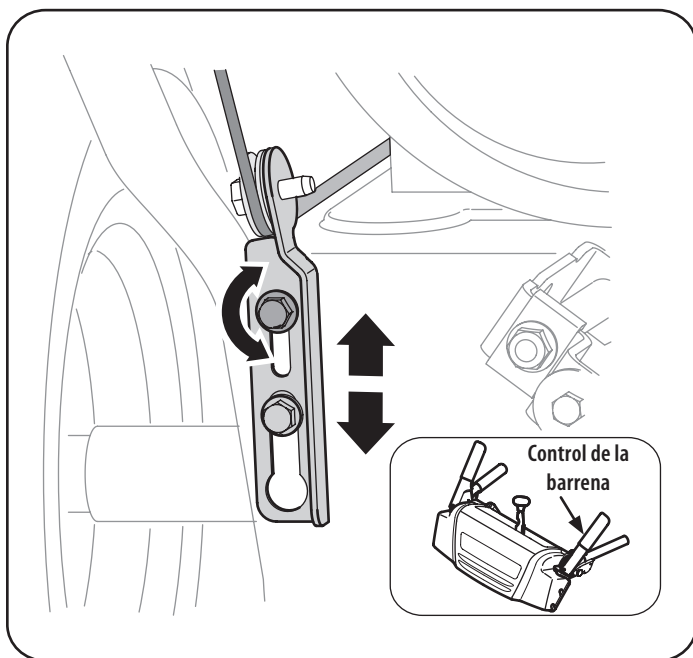

Figura 15
1. El control de la barrena se encuentra en el mango izquierdo. Consulte la Figura 15 el recuadro. Cuando se suelta el control de la barrena y está en posición desengrenada arriba, el cable debe tener muy poco juego. NO debe estar tenso.
4. Deje la barrena engranada durante aproximadamente diez (10) segundos antes de soltar el control de la barrena. Repita esta operación varias veces.
8. Ubique la ménsula hacia arriba para brindar más juego (o hacia abajo para aumentar la tensión del cable). Vea la Figura 15.